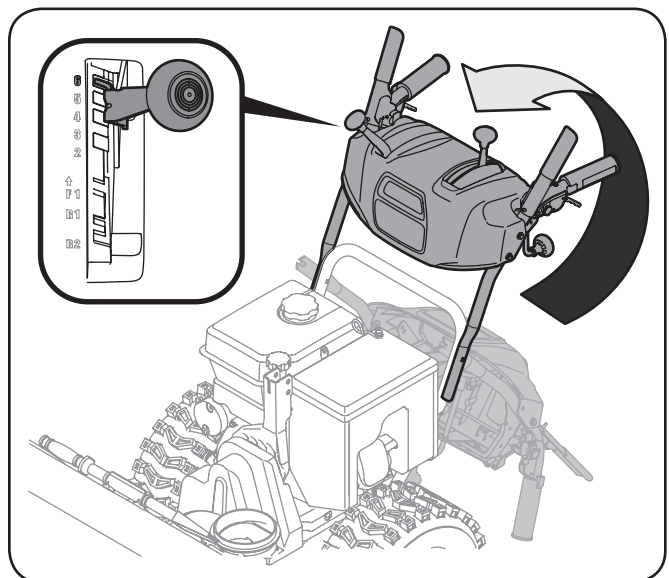

Figure 3-12
4. Enlevez les élastiques qui fixent les câbles aux boulons de carrosserie et coupez l'attache qui fixe le câble du levier de vitesses à la poignée inférieure. Faites pivoter la poignée vers le haut. Voir Figure 3-12.